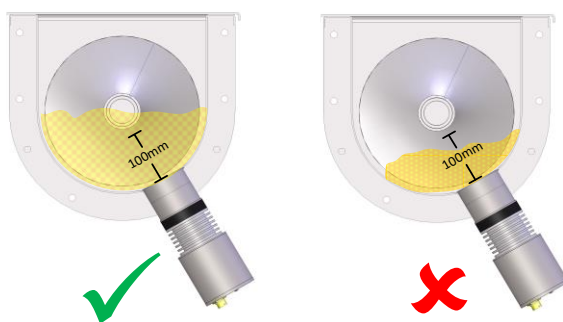

Ilustración 7: Nivel de material transportador helicoidal
- Mantener un nivel de llenado de material estable, asegurándose de que la profundidad del material delante del disco cerámico del sensor se mantiene por encima de 100 mm en todo momento (véase la Ilustración 7).